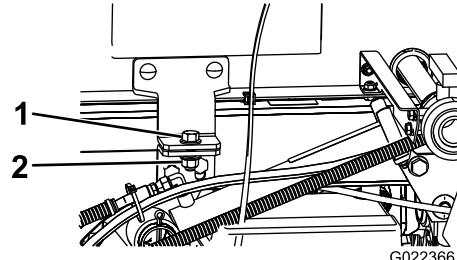

Figura 87
4. Rimuovete i bulloni di sicurezza dalla parte anteriore del telaio di supporto (Figura 87).